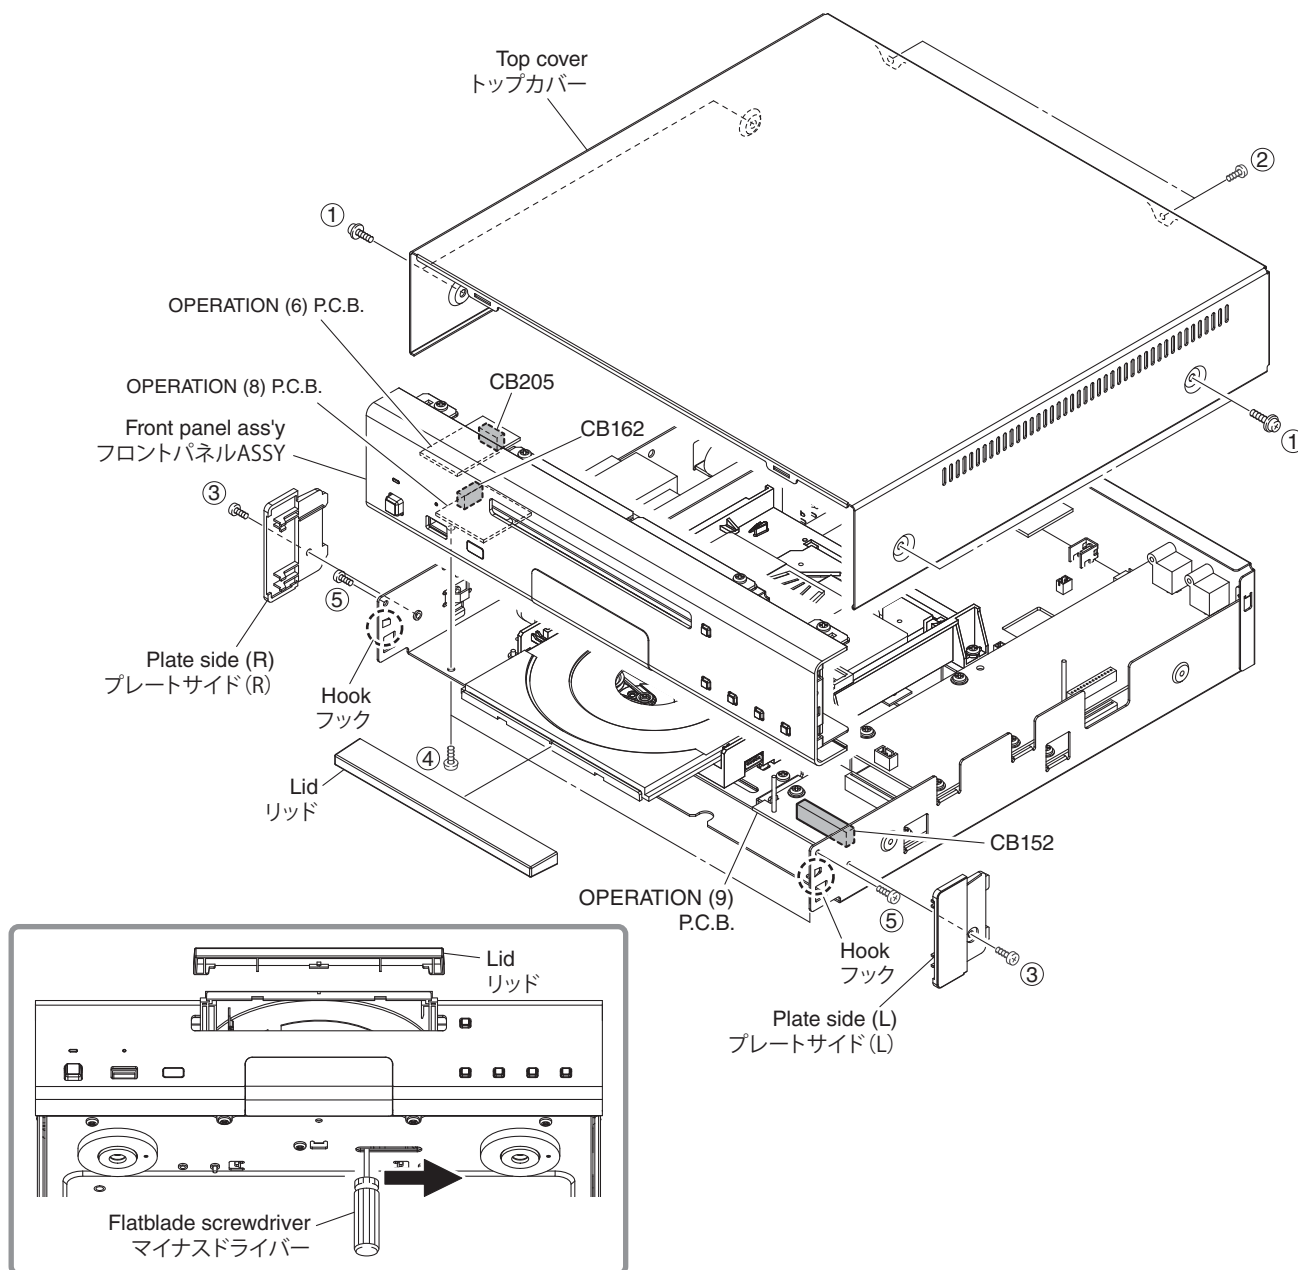

Fig. 1
- Remove 4 screws (①) and 2 screws (②). (Fig. 1)
- Remove the top cover. (Fig. 1)
- ①のネジ 4 本、②のネジ 2 本を外します。(Fig. 1)
- トップカバーを取り外します。(Fig. 1)
- Open the disc tray, remove the lid and close the disc tray. (Fig. 1)
- Remove 2 screws (③) and then remove the plate side (L and R). (Fig. 1)
- Remove 2 screws (④) and 2 screws (⑤). (Fig. 1)
- Remove CB152, CB162 and CB205. (Fig. 1)
- Release 2 hooks and then remove the front panel ass'y. (Fig. 1)
- ディスクトレイを開けてリッドを取り外し、ディスクトレイを閉じます。(Fig. 1)
- ③のネジ 2 本を外し、プレートサイド (L、R) を取り外します。(Fig. 1)
- ④のネジ 2 本、⑤のネジ 2 本を外します。(Fig. 1)
- CB152、CB162、CB205 を外します。(Fig. 1)
- フック 2 箇所を外し、フロントパネル ASSY を取り外します。(Fig. 1)
3. Removal of OPERATION (3) P.C.B.